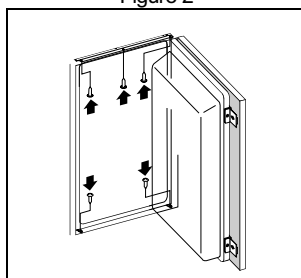

Figure 5
- A la fin, fixez l'appareil dans le meuble. Vissez l'appareil à la partie haute du meuble avec trois vis A 4 x 12 par la plaquette du haut et au fond du meuble avec deux vis par A 4 x 16 les pivots inférieurs. Forez les trous de  $\varnothing 3 \times 5$  pour les vis (Figure 5).